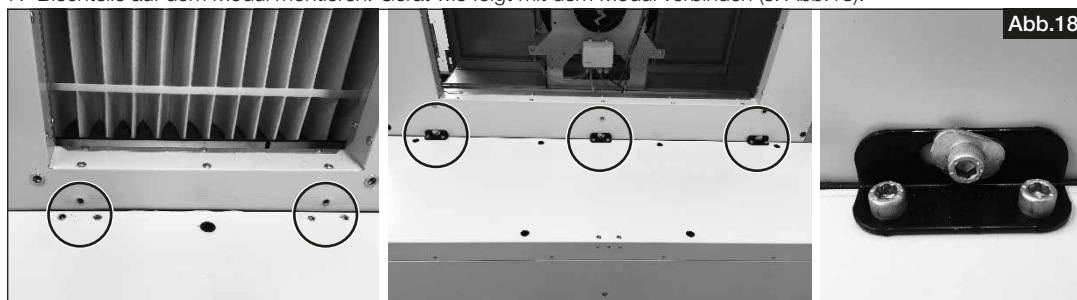

Abb.18
7. Blechteile auf dem Modul montieren. Gerät wie folgt mit dem Modul verbinden (s. Abb.18).